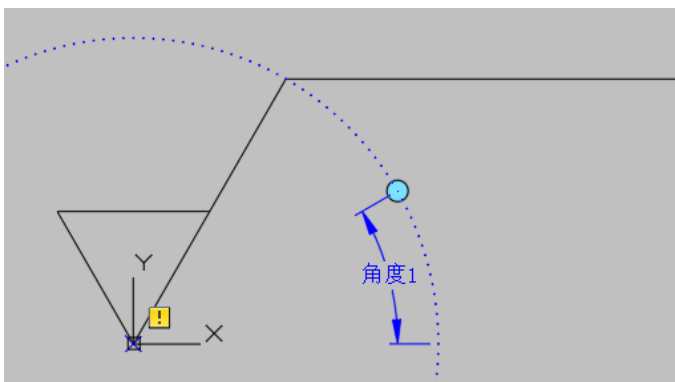
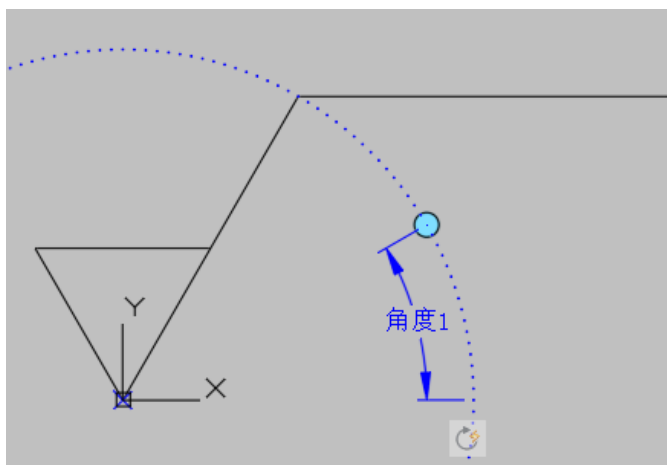

图 8-8 定义动态块参数
图 8-9 定义动态块动作
3) 屏幕左边的“块编写选项板”中“参数”选项表向动态块添加参数工具。参数用于指定几何图形在块参照中的位置、距离和角度。将参数添加到动态块定义中时，该参数将定义块的一个或多个自定义特性。如单击其中的“创建旋转参数”按钮 ，命令行提示定义旋转的基点，单击三角形的最下面的定点作为旋转基点。命令行继续提示定义旋转的半径参数，单击三角形的最上面的点作为旋转半径。命令行继续提示定义旋转的默认角度，输入 45 作为旋转默认角度。命令行提示定义标签的位置，在合适位置单击将出现角度标签，如图 8-8 所示，图中  表示参数与动作没有关联。
4) “块编写选项板”中“动作”选项表可向动态块定义中添加动作。动作定义了图形中操作快参照的自定义特性时，动态块参照的几何图形将如何移动或变化，应将动作与参数相关联。如单击其中的“创建旋转动作”按钮  旋转，命令行提示选择参数，单击图 8-8 中“角度 1”。命令行继续提示选择旋转对象，单击三角形的所有边，并按〈Enter〉键结束选择。此时动作与参数相关联，图形右下有旋转动作按钮，如图 8-9 所示。